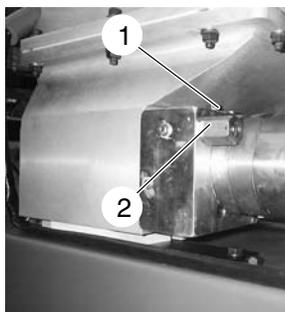

Fig. 7-25
NOTA: Desenrosque e enrosque apenas, se a válvula (2, fig. 7-25) e a bomba estiverem quentes e o material estiver mole (aprox. 70 °C / 158 °F, em função do material).
1. Feche a válvula isolamento (1, fig. 7-25).